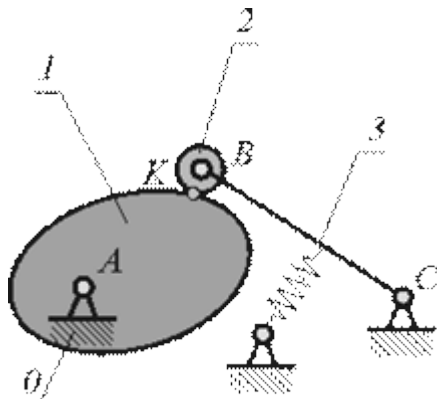

Рис.2.7
- силовое (за счет действия сил тяжести, силы упругости пружины, инерции, давления жидкости и газа, рис.2.7);